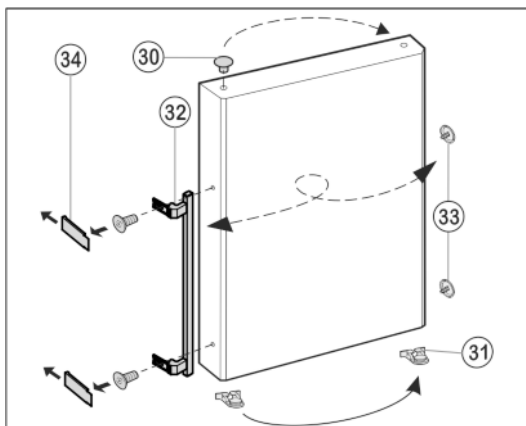

Fig. 11
- ▶ Izvadite čepove Fig. 11 (30) iz čahura ležaja vrata i premjestite ih.
- ▶ Skinite ručku na vratima Fig. 11 (32), čepove Fig. 11 (33) i pritisne ploče* Fig. 11 (34) i premjestite ih na suprotnu stranu.